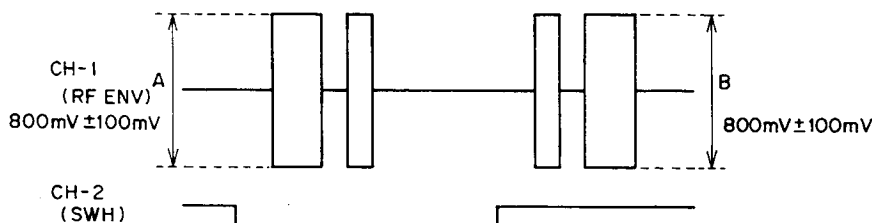

Fig. 4-7
- 3) . 図4-7 の様に、出力波形A、Bのレベルが 800 ± 100 mVになるように半固定抵抗 R505 を調整する。又、このときA、Bの出力差が大きく規格値に入らない場合は、大きい方のレベルを規格値に合わせる事。